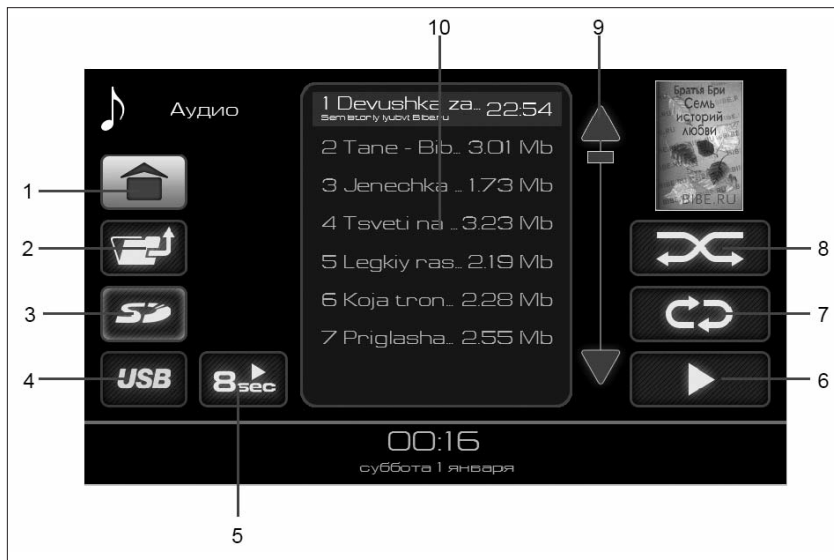

Рис. 4. Окно списка аудиофайлов
Доступные для воспроизведения аудиофайлы и папки отображаются в списке **(10)** (рис. 4). Двойное нажатие на изображение папки отобразит список аудиофайлов в этой папке. Для выхода из папки нужно нажать кнопку **1** (рис. 4).
– либо двойное нажатие на выбранный аудиофайл позволяет воспроизвести именно его, при этом доступна кнопка включения режима повторного воспроизведения (кнопка **7**, рис. 4).
– либо нажатие на кнопку воспроизведения аудиофайлов (кнопка **6**, рис. 4) позволяет воспроизвести все аудиофайлы, находящиеся в списке **(10)** (рис. 4).
в списке **(10)** на рис. 5, а затем нажатие кнопки воспроизведения аудиофайлов (кнопка **6**, рис. 4), позволяет воспроизвести все аудиофайлы, находящиеся в выбранной папке, и во всех вложенных в нее папках.